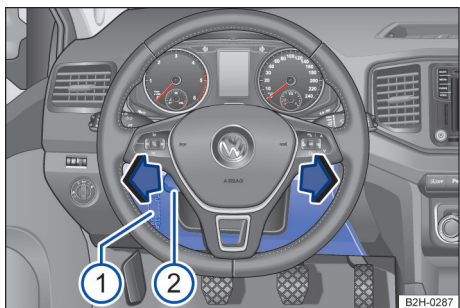

Fig. 160 Abaixo do volante: cobertura da caixa de fusíveis ① (veículo com direção à direita em posição invertida).
- Virar a alavanca para baixo para ajustar o volante → Fig. 160 ②.
- Puxar a cobertura → Fig. 160 ① para frente à esquerda e à direita ao lado da coluna de direção no sentido da seta.